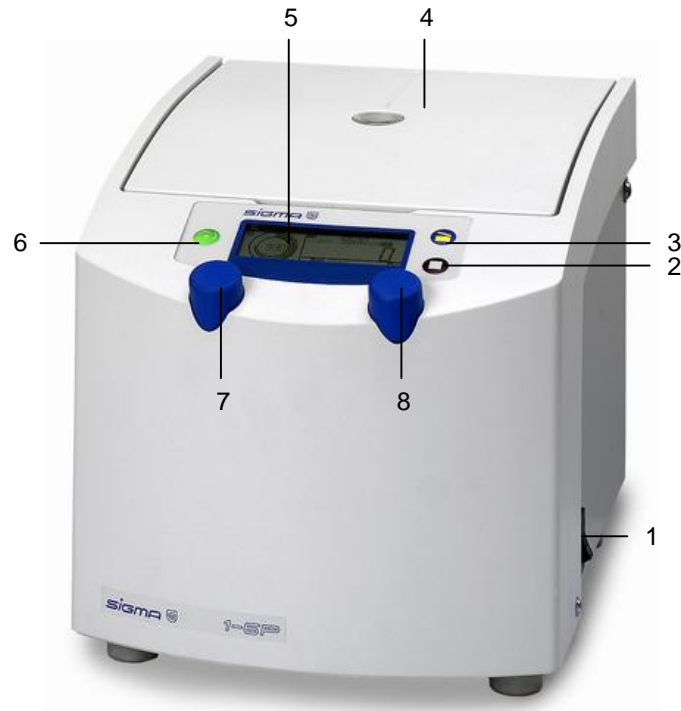

Abb. 5.1: Gesamtansicht der Zentrifuge
- Betätigen Sie den Netzschalter (siehe Abb. 5.1, Seite 23).